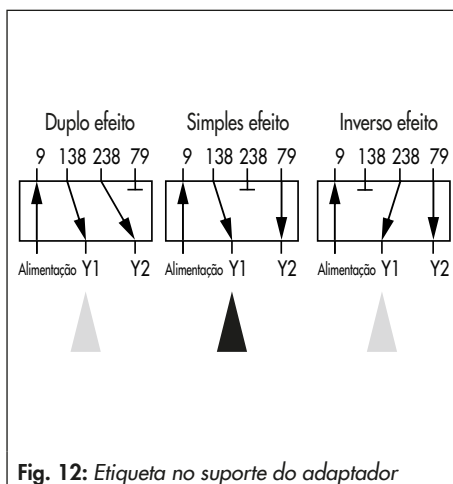

Fig. 12: Etiqueta no suporte do adaptador
3. Aperte a placa de comutação (7) para o suporte do adaptador (6). Selecione a função de comutação necessária da Fig. 12 rodando a placa de comutação.